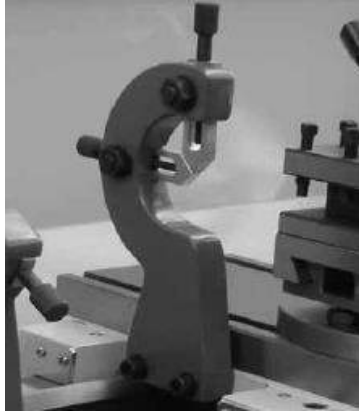

Figura 37
8.15.3. LUNETAS MÓVEIS (Figura 37)